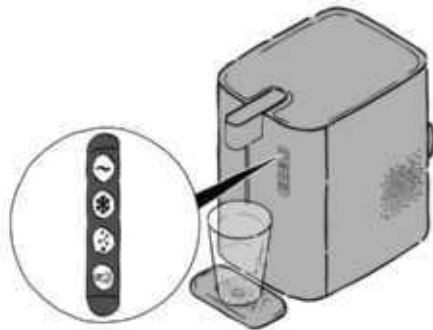

Abb. 5
1. Drücken Sie eine beliebige Taste kurz (Abb. 5).